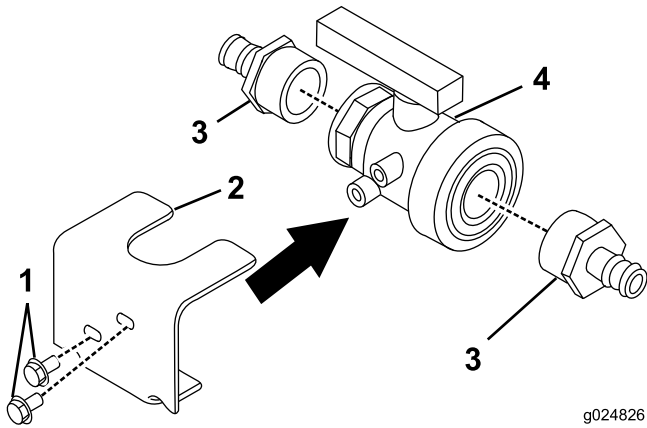

Figura 20
2. Instale o conjunto de montagem da válvula de esfera (Figura 20).